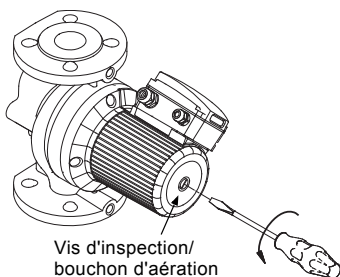

Fig. 12 Retirant le bouchon d'aération
Soyez vigilants lorsque vous desserrez la vis d'aération car le liquide qui peut s'en échapper est possiblement brûlant. Il pourrait en résulter des blessures ou des dommages aux composants de la pompe (voir la fig. 12).
3. Insérez un petit tournevis à lame plate dans la fente située à l'extrémité de l'arbre du moteur (voir la fig. 12). Faites tourner l'arbre avec le tournevis pour vous assurer qu'il tourne librement.